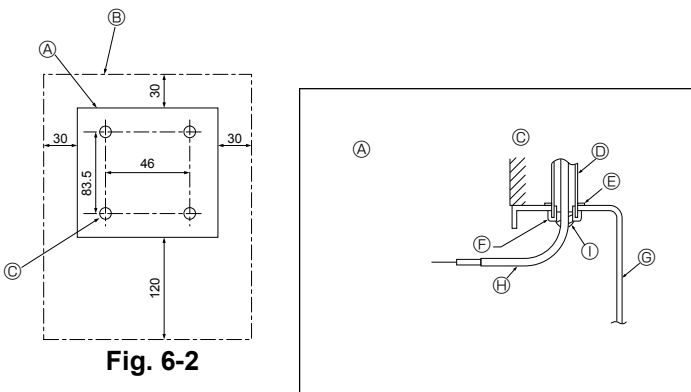

Fig. 6-2
(1) Επιλέξτε το σημείο τοποθέτησης του τηλεχειριστηρίου. (Fig. 6-2)
[Fig.6-2]